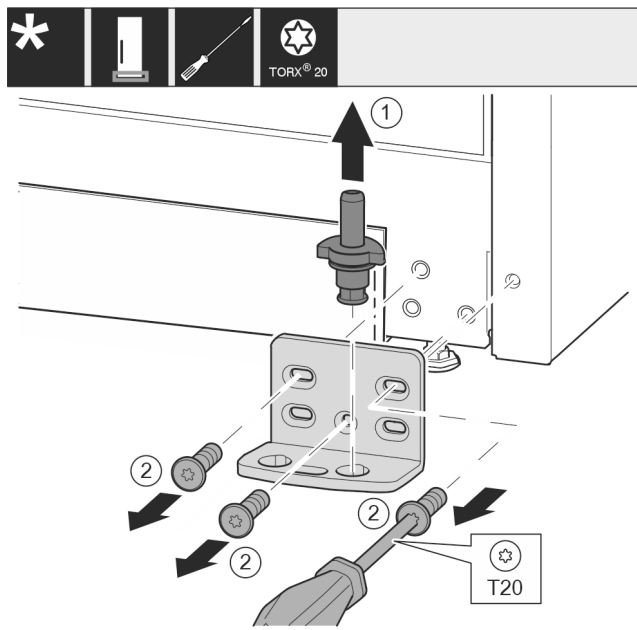

Fig. 12
- ▶ Húzza ki teljesen a csapszeget felfelé. Fig. 12 (1)
- ▶ Csavarja ki a csavarokat a T20 csavarhúzóval, és vegye le a csapágybakot. Fig. 12 (2)